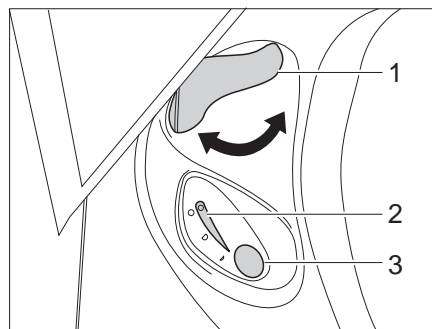

Bild 256 Reglage Thetford-toalett
- Öppna spjället på Thetford-toaletten före spolning. Därtill vrids spjällspaken (Bild 256,1) moturs.
- För att spola trycker man på den blå spolknappen (Bild 256,3).
- Efter spolning stängs spjället. Därtill vrids spjällspaken (Bild 256,1) medurs.
Kontrolllampan (Bild 256,2) lyser när Thetford-kassetten måste tömmas.
- Spjällspaken (Bild 256,1) vrids medurs. Spjället stängs. För att kunna tömma toaletten **måste** spjället vara stängt i Thetford-toaletten.